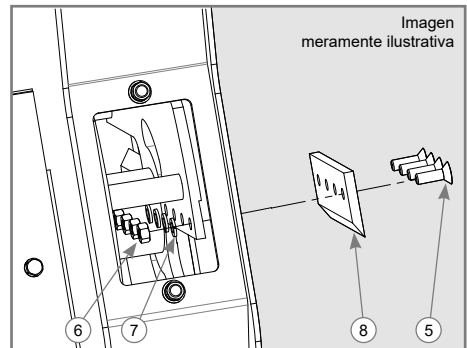

Figura 6
- ✓ Con la llave Allen de 3/16" apriete el tornillo (5) y la llave estrella de 1/2" que se incluye junto con el manual, afloje las tuercas de fijación (6), retire las arandelas de presión (7), los tornillos (5), retire la cuchilla (8), como se indica en la Figura 6.